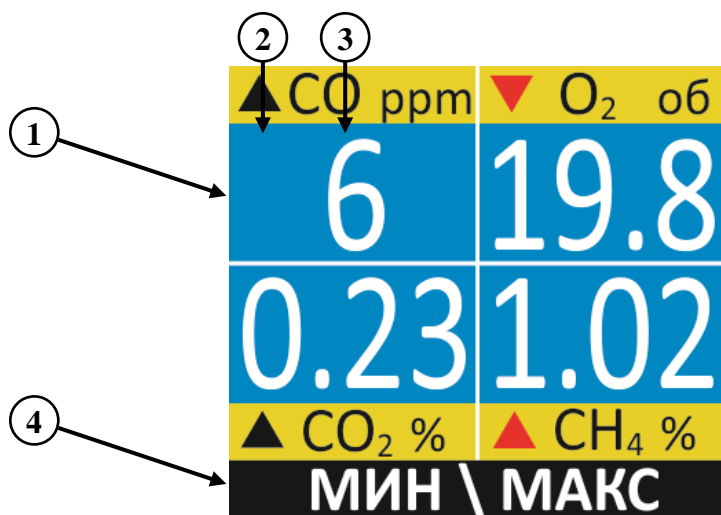

Рисунок 12. Дисплей в режиме отображения экстремальных измеренных значений
В этом режиме отображаются максимальные (для каналов метана, оксида и диоксида углерода) и минимальные (для канала кислорода) измеренные данные за период после включения прибора (позиция 1 на рис.12). В этом режиме рядом с измеряемым параметром (3) отображаются символы "▼" или "▲" (2), внизу дисплея - надпись "МИН\МАКС" (4), фон подсветки изменен на синий, чтобы отличить от режима отображения измеренных данных. В случае превышения ПДК символы "▼" или "▲" станут красного цвета.